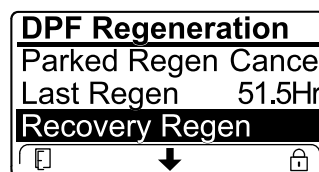

図 43
- エンジンコンピュータがリカバリ再生を要求していないのに、リカバリ再生 RECOVERY を選択することはできません。リカバリ再生はロックされ、施錠アイコン 図 43がインフォセンターの右下に表示されます。